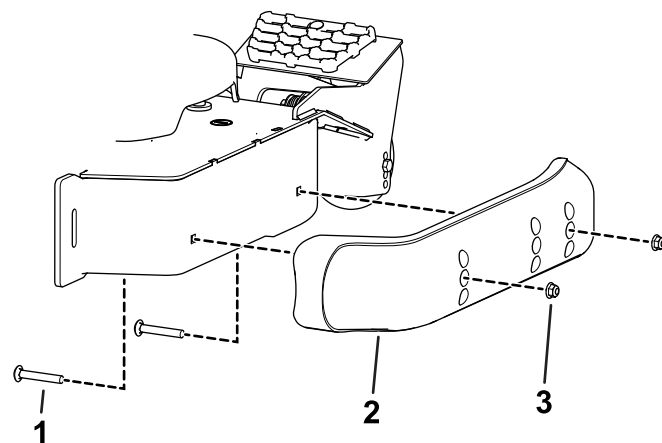

図 14
3. スキッドを希望位置に合わせて、フランジヘッドボルトとナットでカッティングユニットに固定する 図 14。